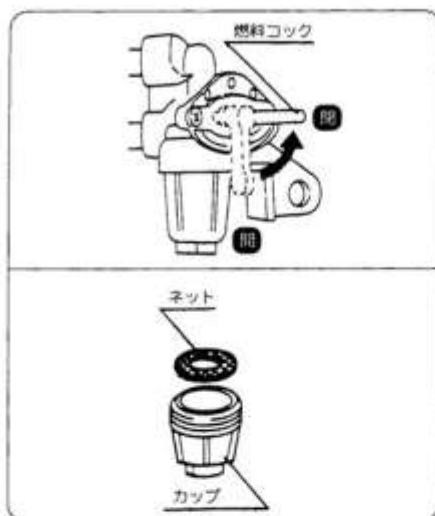

図42
■フィルターポットとフィルターエレメントの清掃と交換(図42)